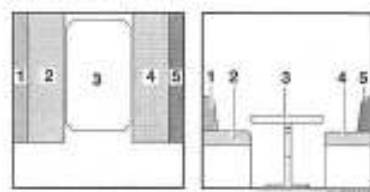

Fig. 102 Avant la transformation
- Convertir la table (Fig. 102,3) en sommier de lit (voir paragraphe 7.7).